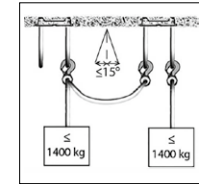
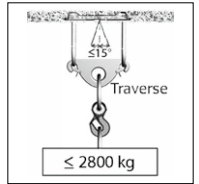

Bild 1c
Bild 1d
Beide Seilschlaufen der HBL dürfen gleichzeitig mit je 1400 kg und jede für sich in einem Winkel von bis zu 15° zur Vertikalen belastet werden, Bild 1a, 1b. Dabei kann eine Schlaufe als Sicherung von einer Last einer anderen HBL dienen, siehe Bild 1c. Sollen beide Seilschlaufen gemeinsam für eine Last verwendet werden, ist ein geeigneter, zertifizierter Lasthaken z.B. mit Traverse zu verwenden (Bild 1d).
- Die Seilschlaufen derselben HBL dürfen nicht zur gegenseitigen Lastsicherung verwendet werden. Zur Lastsicherung wird immer eine zweite HBL benötigt (Bild 1c).
- Wenn beide Seilschlaufen zum Tragen oder Bewegen derselben Last eingesetzt werden, ist auf eine gleichmässige Lastverteilung auf beide Seilschlaufen zu achten. Zu diesem Zweck bietet Jakob eine Lastbrücke an (Bild 1d).